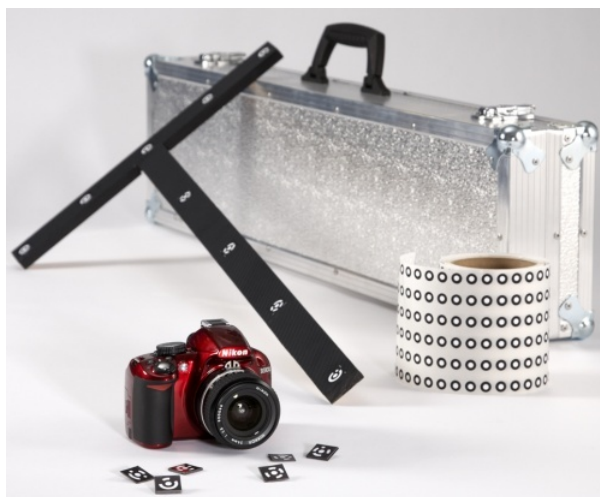

Рис. 5.11: Набор *Scan Reference*
2. Разместите крест (*Рис. 5.11*) на сцене, убедитесь, что он неподвижно закреплен и хорошо виден со всех ракурсов. Также проверьте, что все метки на нем хорошо видны.
Такой синергетический эффект достигается благодаря использованию 3D-сканера Artec и решений для фотограмметрии. На рынке представлено несколько сторонних решений для фотограмметрии. Одним из таких решений является *Scan Reference*. Набор *Scan Reference* включает программное и аппаратное обеспечение (см. *Рис. 5.11*): цифровой фотоаппарат, эталонный масштабный крест, некодированные *метки* на клеевой основе (используются приложением Artec Studio для сопоставления отсканированных данных с результатами фотограмметрических измерений) и многоразовые магнитные кодированные метки (необходимы для автоматического выполнения фотограмметрических измерений в программе *Scan Reference*).